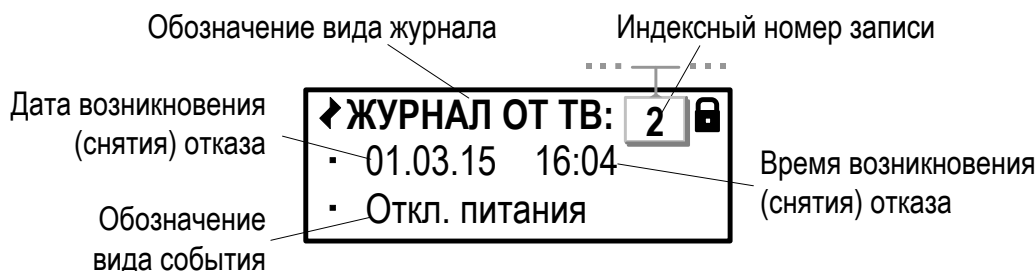

**Рис.44. Вид окна индикации «Журнала отказов датчиков».**
8.3.3. **Журнал Отк. дтч.** и **Журнал НС** имеют одинаковую структуру (рис.44).